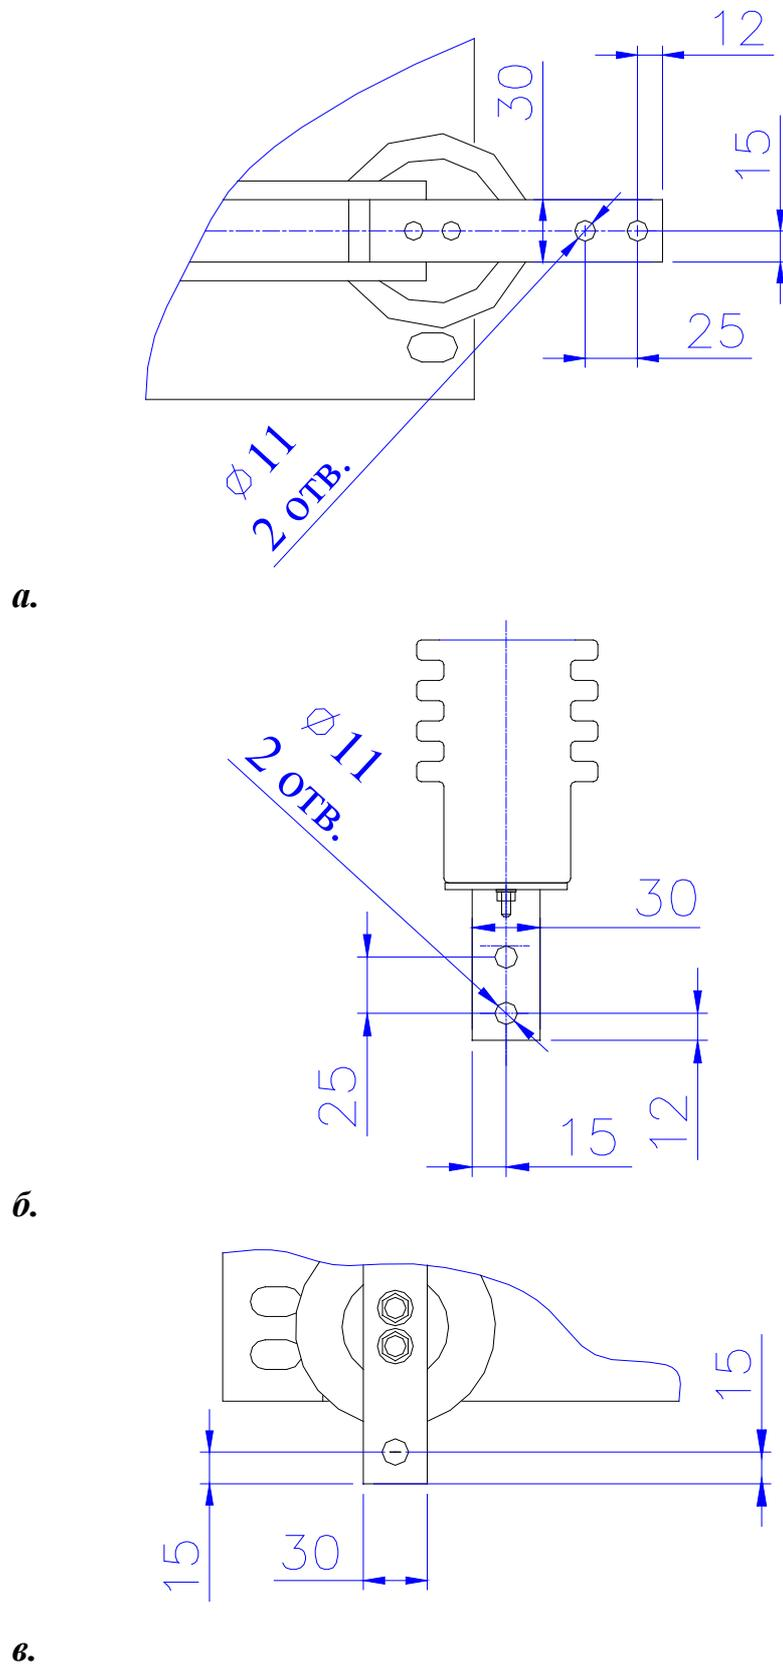

Рис. 7. Присоединительные размеры выводных контактов.
7.13. Присоединительные размеры выводных контактов разъединителей и заземлителя приведены на рис. 7.